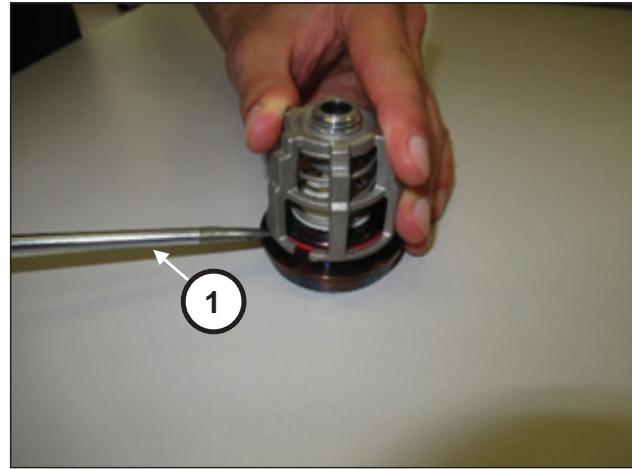

Рис. 114
Демонтируйте узлы всасывающих и нагнетательных клапанов, используя в качестве рычага простые инструменты (поз. ①, Рис. 114).